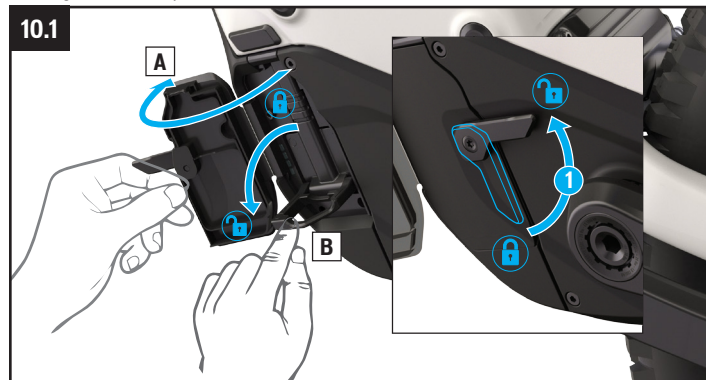

Fig. 10.1
- Remettez en place le faisceau de fils principal dans le port, rabattez le levier en position fermée et refermez le cache du port de charge pour le protéger de l'eau et des impuretés (Fig. 10.1).